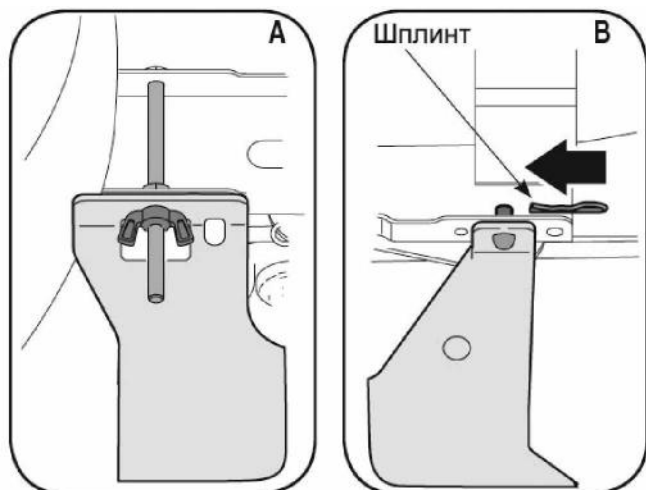

Рис. 22.
3. Поднимите блок нижней рамы вверх и вставьте приваренные к ней пальцы в соответствующие отверстия на лонжероне трактора. Поставьте на пальцы шайбы и закрепите их специальными штифтами, показанными на Рис. 22.
Заднее отверстие на правой стороне подходит под штифт уже имеющийся на тракторе. Поставьте шайбы и закрепите блок рамы с помощью барашковых гаек. См. Рис. 22, позиция А.